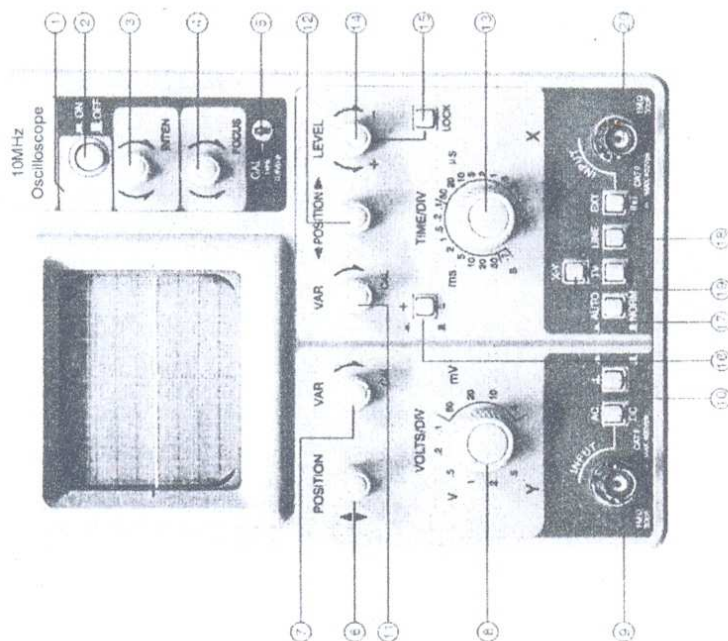

Figura 3-1 Panel frontal del modelo vertical
3.1.1 Figura 3-1: Controles en el panel frontal del osciloscopio vertical.